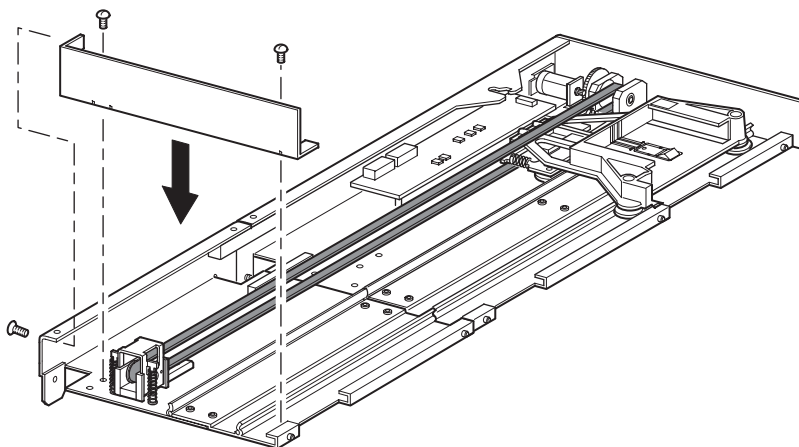

Figura 2–23: Instalación de la placa inferior
1. Utilice el asa mientras sostiene la unidad de base del PTM por su parte inferior (consulte la Figura 2–9).